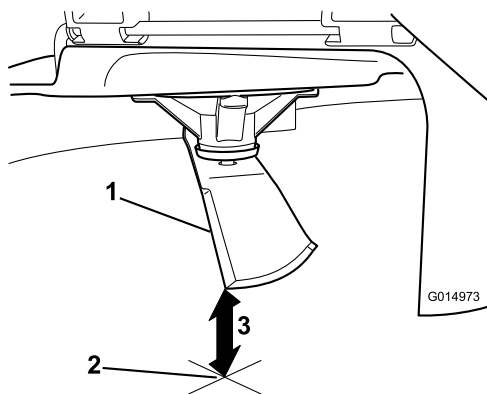

Bild 63
5. Messen Sie von der Messerspitze bis zu ebenen Fläche (Bild 63).